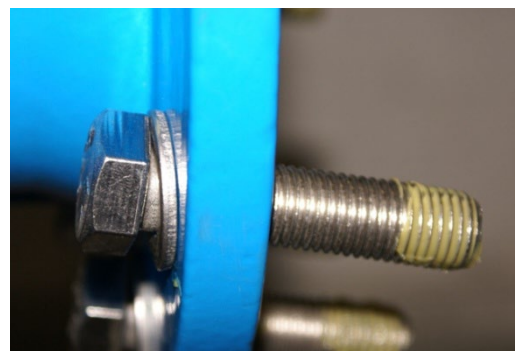

Figure 2
- Tous les éléments de transmission de puissance du raccord à bride (vis, écrous selon la figure 2) doivent être enduits d'un lubrifiant approuvé comme par exemple la graisse Klüber VR69-252.